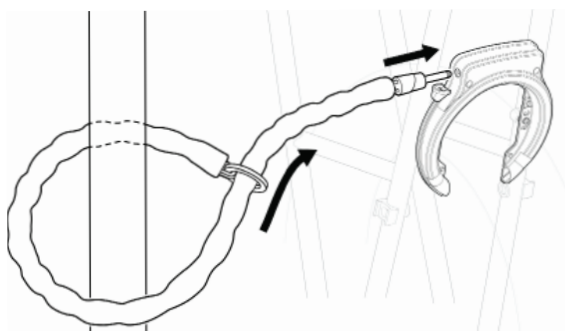
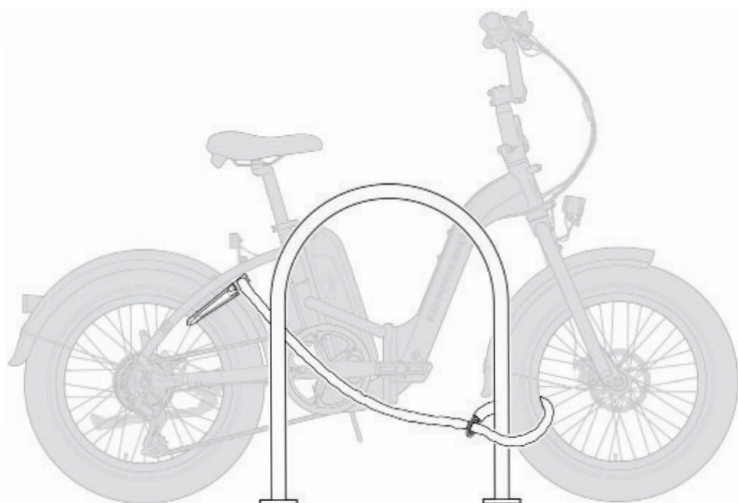

Figure 10 : Chaîne de sécurité courte
Figure 11 : Longue chaîne de sécurité
- Placez la chaîne de sécurité de verrou de roue Rad Fat Tire (vendue séparément) autour d'un porte-vélos fixe ou d'un grand poteau sécurisé. Insérez l'extrémité de la goupille de verrouillage de la chaîne à travers l'anneau (Figure 10). Lorsque vous utilisez la longue chaîne de sécurité, entourez la roue avant et attachez la chaîne autour d'un objet sécurisé, comme illustré (Figure 11).
- Insérez la goupille de verrouillage de la chaîne dans le port du verrou jusqu'à ce qu'elle s'enclenche (Figure 10).